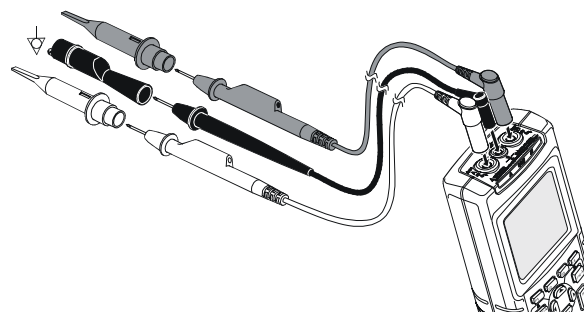

図 3-3. 非シールド形のテスト・リードによるアース接続
- 抵抗(Ω)、導通、ダイオード、静電容量測定には黒の非シールド形のテスト・リードを使用して **COM** (common) に接続して下さい。(図 3-3 を参照して下さい。)